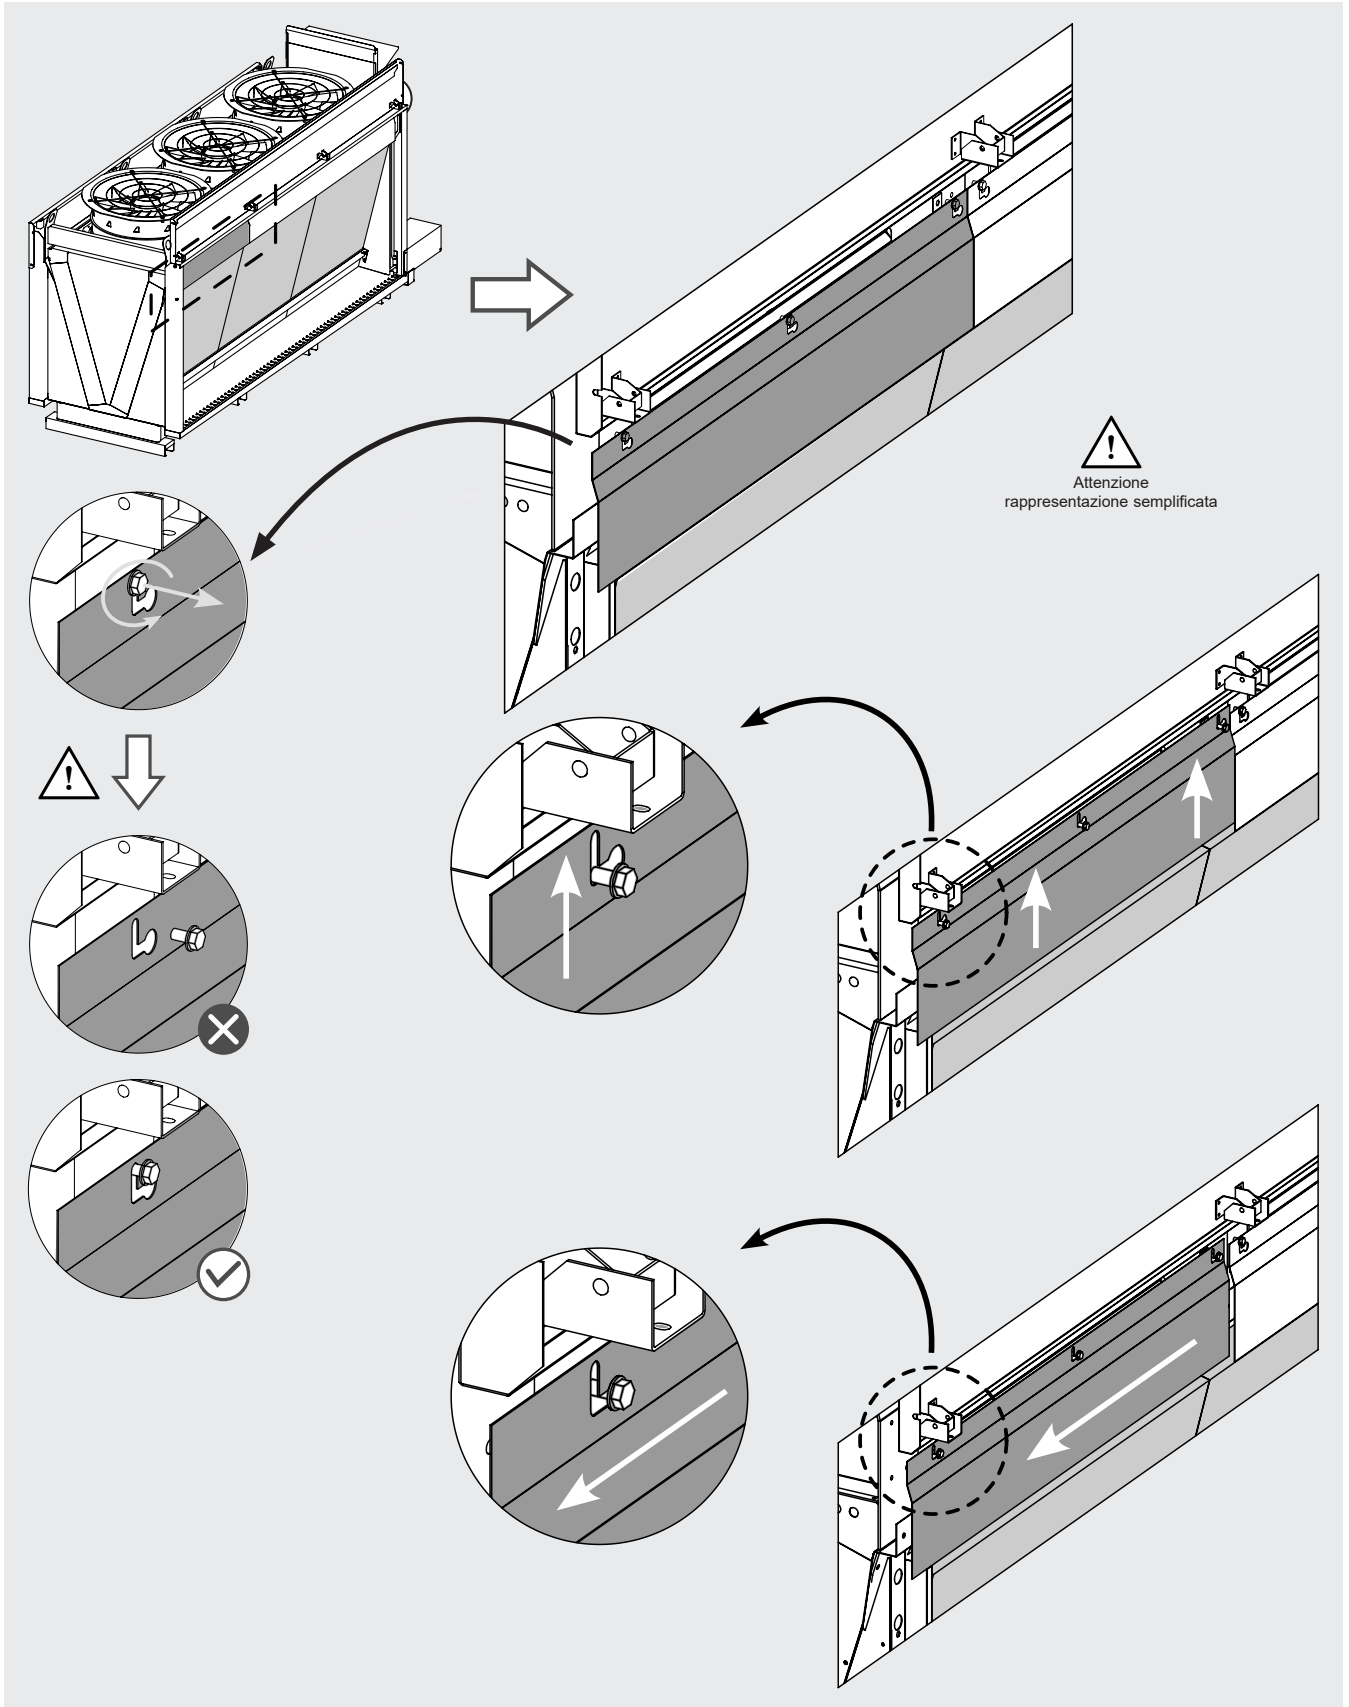

Figura 20
- 12.9.13 Allentare le viti (b) che tengono in posizione il coperchio (5) e (6) senza rimuoverle completamente. Vedi Figura 20.